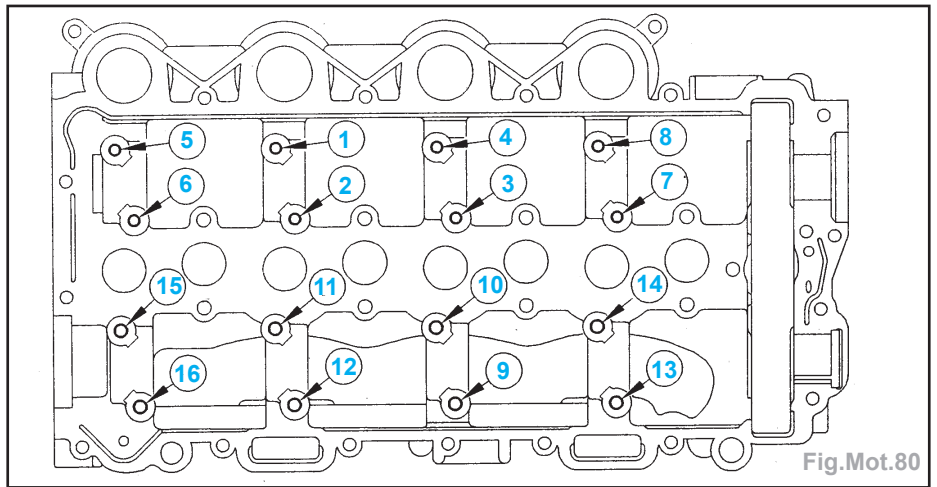

Fig.Mot.80
- Approcher puis serrer les vis à $1,0 \pm 0,1$ daN.m (de 1 à 16) (Fig.Mot.80).
- Monter un joint à lèvres (11) d'arbre à cames ; à l'aide des outils [3a] et [3b].
- Reposer les linguets à rouleaux (12) (en respectant leur emplacement d'origine).